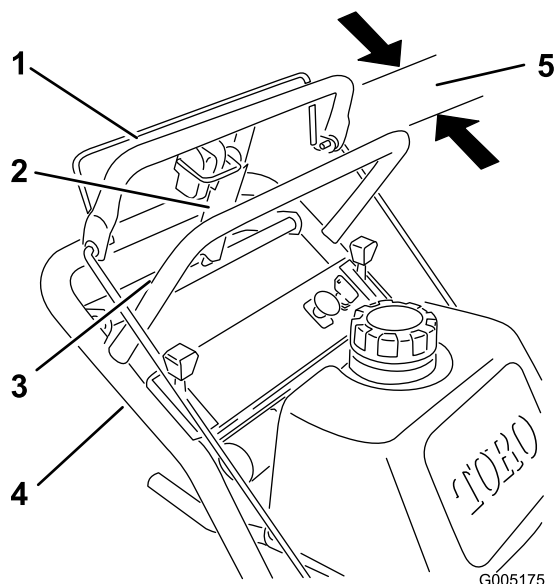

Figura 38
1. Compruebe el espacio entre la barra de control superior y la barra fija con la transmisión de las ruedas totalmente engranada. El espacio debe tener aproximadamente de 25 a 32 mm (1 a 1-1/4 pulg.)(Figura 38).